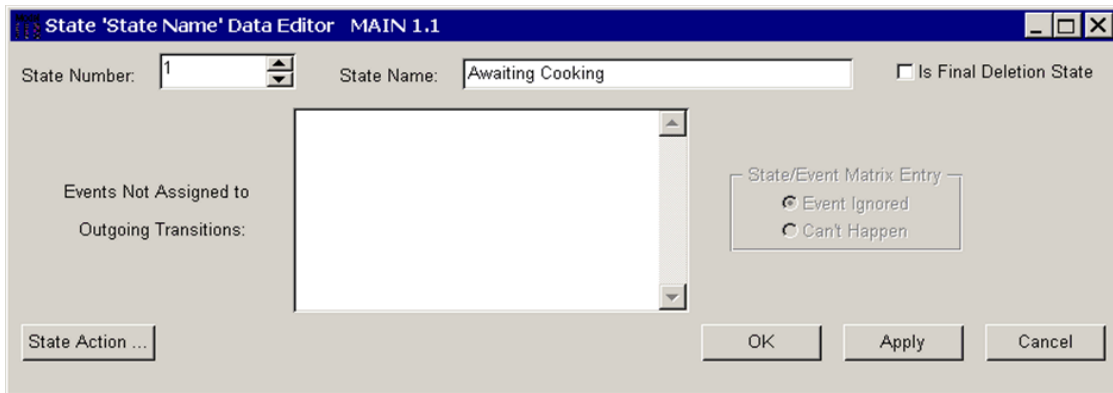

図 6-3: 状態データエディタ - [Awaiting Cooking] 状態
- ☐ [State Name] テキストボックスにおいて、状態名を Awaiting Cooking に変更し（図 6-3 を参照）、[OK] をクリックします。ステートチャートが更新され、加えたばかりの変更が反映されます。